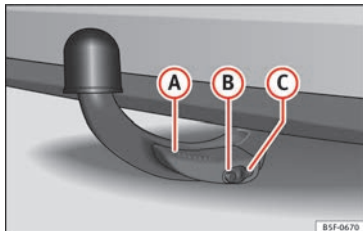

Fig. 215 Boule amovible fixée correctement
- Le levier **(A)** » fig. 215 est totalement relevé.
- La broche de déverrouillage **(B)** » fig. 215 ressort complètement (sa partie rouge et verte est visible).
- Le cache **(C)** » fig. 215 est mis en place sur la serrure.